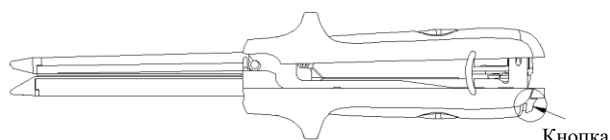

Рисунок 7
1. Вскройте стерильную упаковку, извлеките линейный режущий степлер из блистера, нажмите на кнопку в торце ручки и снимите фиксирующий колпачок (рис. 7).
4. Установите предохранитель в исходное положение, нажмите на кнопку и удалите изделие. После этого операция может быть завершена (рис. 7).